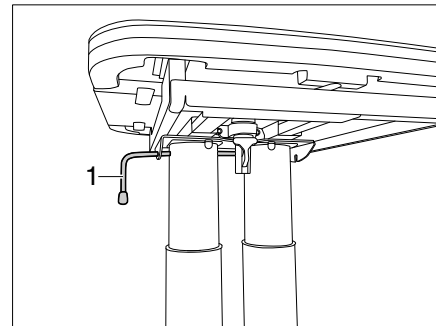

Fig. 115 Verrouiller la table
- Basculer le levier de verrouillage (Fig. 115,1) vers la droite. La table à hauteur réglable est verrouillée.
- Desserrer le levier de verrouillage (Fig. 115,1).
- Basculer le levier de verrouillage (Fig. 115,1) vers la gauche. Le verrouillage est ouvert.